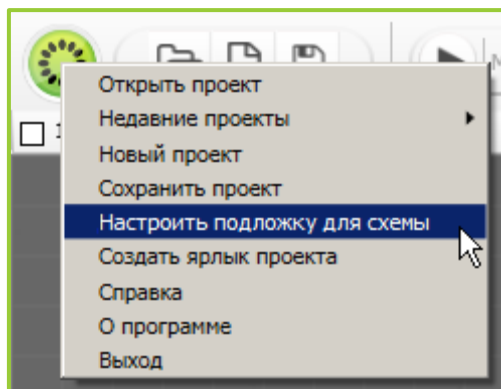
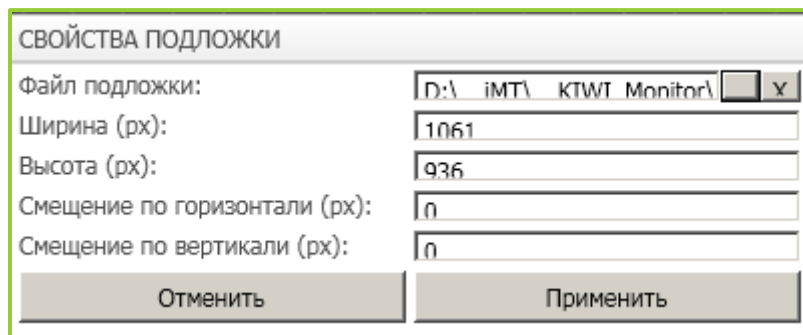
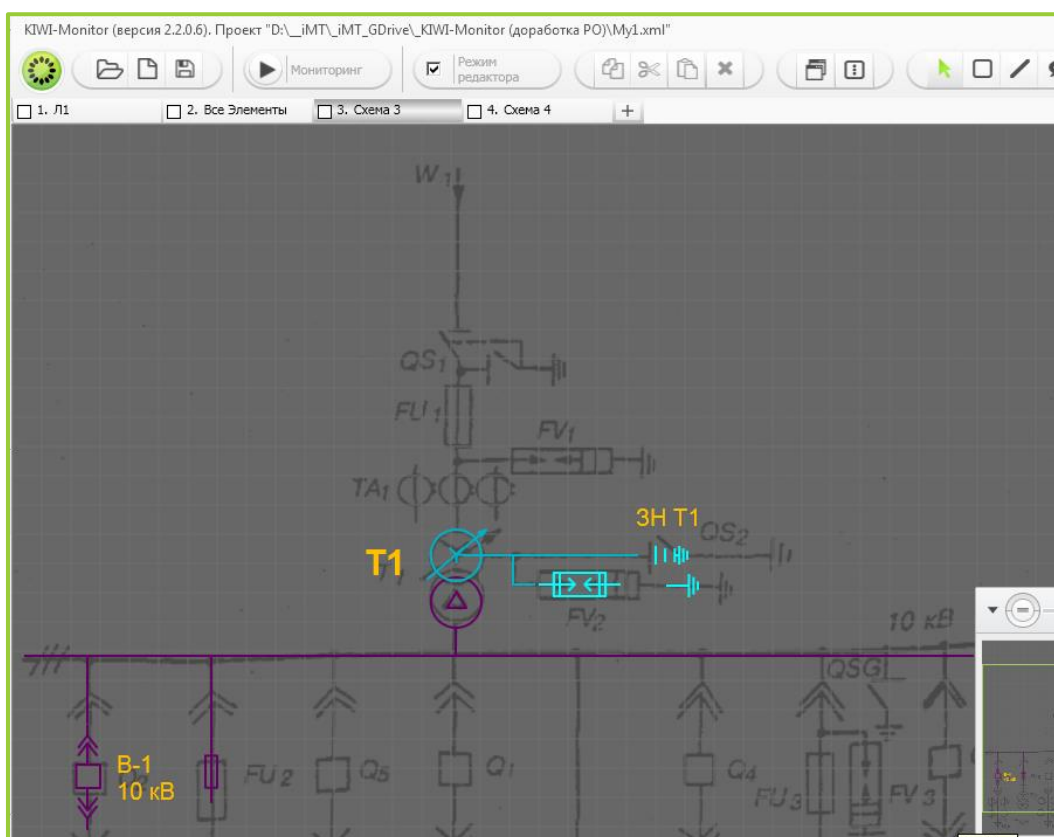
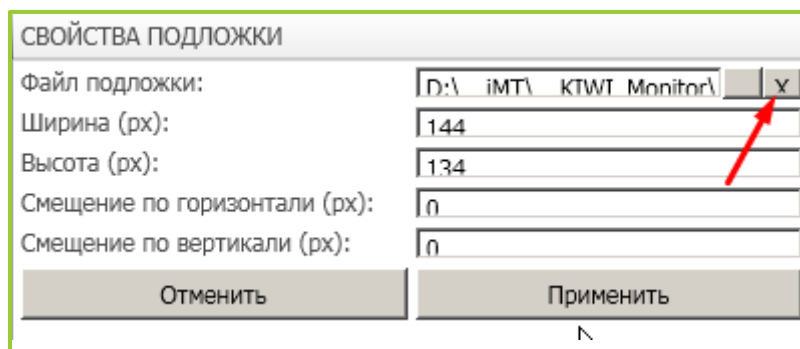

Рисунок 6.3 – Пункт **«Настроить подложку для схемы»**
Рисунок 6.4 – Выбор файла и задание свойств подложки
Рисунок 6.5 – Пример создания схемы с загруженной подложкой
Рисунок 6.6 – Удаление подложки
Для удобства редактирования в программе реализована возможность загружать подложку под рабочее пространство – можно загрузить чертёж и производить вырисовку схемы поверх него. Для загрузки подложки необходимо выбрать пункт **«Настроить подложку для схемы»** в главном меню программы (рисунок 6.3) и в открывшемся диалоговом окне (рисунок 6.4) нажать кнопку выбора файла подложки (справа от поля имени файла подложки), выбрать нужный файл на ПК и, при необходимости, изменить размер изображения (для соответствия масштаба элементов схемы и элементов на изображении подложки) и / или задать смещение подложки относительно левого верхнего угла рабочего пространства. После этого на рабочем пространстве появится выбранное изображение (рисунок 6.5).
6.1.5 Для удаления подложки с рабочего пространства необходимо снова выбрать пункт «**Настроить подложку для схемы**» в главном меню программы (рисунок 6.3) и в открывшемся диалоговом окне нажать кнопку «X» рядом с полем выбора файла подложки (рисунок 6.6).